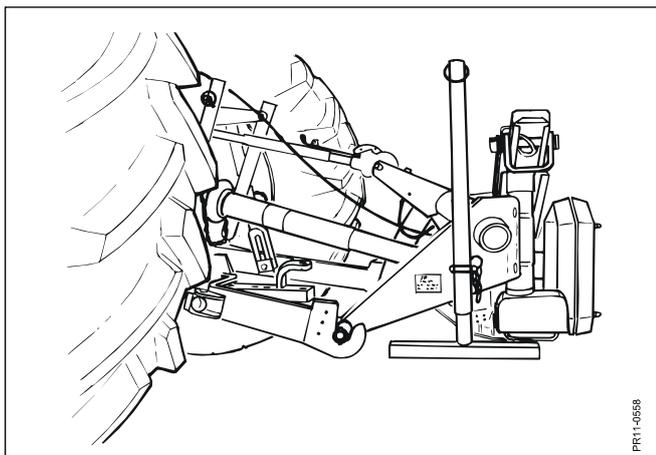

Fig. 2-4
- Fig. 2-4:** Quando la macchina sta per essere sganciata, il martinetto deve essere abbassato fino ad appoggiare a terra e deve essere fissato tramite il perno speciale. Quando la macchina è collegata al trattore il martinetto deve essere sollevato in modo tale che la macchina possa muoversi liberamente all'interno dell'area di funzionamento. Fissate il martinetto tramite il perno speciale.